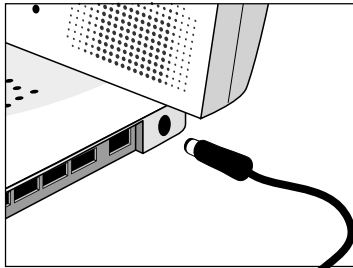

Abbildung. D.1
6. Stecken Sie das Netzadapterkabel in den mit `DC in` markierten Anschluß am Anschlußpanel des Monitors (**Abb. D.1**).